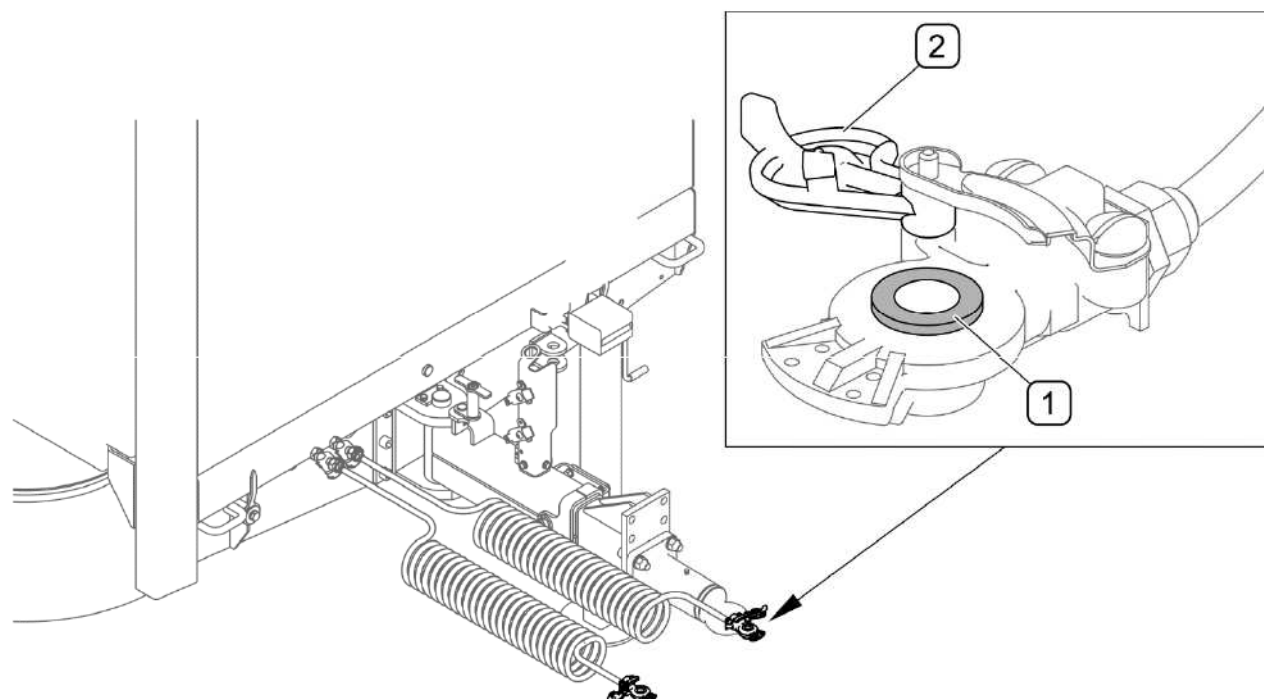

РИСУНОК 5.27 Соединение проводов
(1) - резиновое уплотнение; (2) - предохранительная крышка
Подсоединения пневматической системы (РИСУНОК 5.27) необходимо контролировать текущим образом в ходе эксплуатации машины, очищая в случае надобности от загрязнений. Особое внимание необходимо обращать на техническое состояние защитных крышек (2) и резиновых уплотнений (1). Если эти элементы будут повреждены, то их нужно заменить новыми. Контакт уплотнения с топливом, смазкой, продуктами переработки нефти, красками и т.п. приводит к очень быстрому старению материала, из которого оно изготовлено. Перед зимним сезоном рекомендуется законсервировать уплотнение (1) при помощи предназначенных для этой цели препаратов (напр., силиконовых препаратов). Перед каждым подсоединением машины к трактору необходимо произвести проверку технического состояния и степень загрязнения присоединений и гнезд на транспортном средстве. В случае необходимости очистить или отремонтировать соединение.